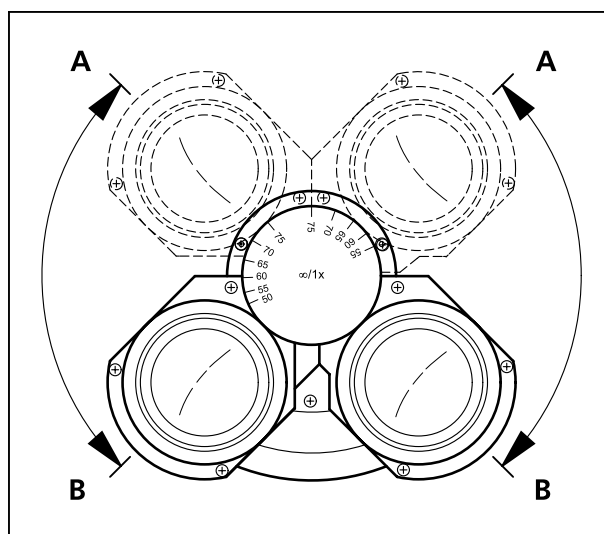

Fig. 19 Réglage de la hauteur d'observation
- Réglez la hauteur d'observation à votre taille en basculant les deux porte-oculaires vers le haut (Fig. 19/A) ou vers le bas (Fig. 19/B).